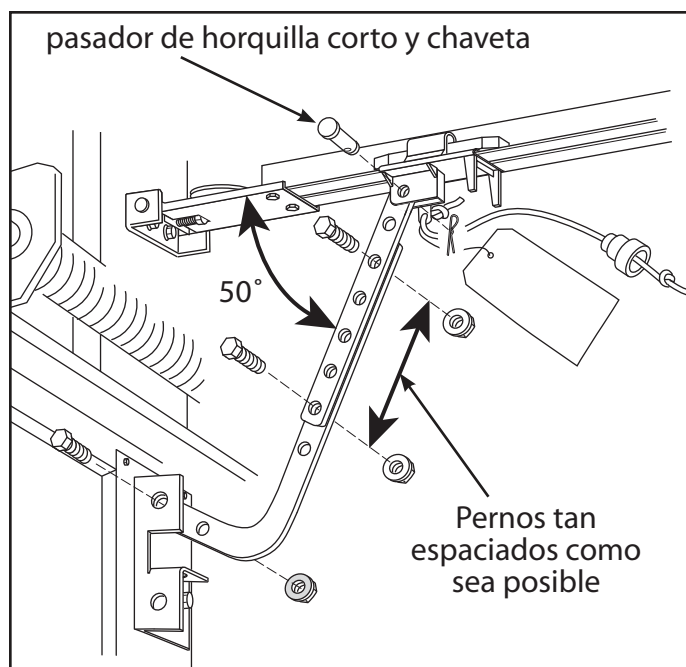

FIG. 2-9 Acoplamiento de los brazos de la puerta
- Sujete la derivación corta del brazo curvo de la puerta al soporte de la puerta con el perno y la tuerca de cierre (**Fig. 2-9**).
- Sujete el brazo recto al corredizo usando el pasador de horquilla y pasador de 2 patas (**Fig. 2-9**).
- Con los brazos dispuestos en esta posición, sujete los brazos juntos usando pernos y tuercas tan espaciados como sea posible (**Fig. 2-9**).